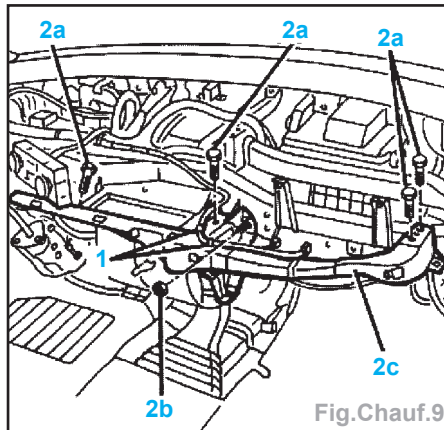

Fig. Chauff.9
- Détacher les tuyaux (2), récupérer le liquide de refroidissement et boucher les tuyaux.
- Dans l'habitacle, détacher les retenues du faisceau d'airbag (1) (Fig. Chauff.9).